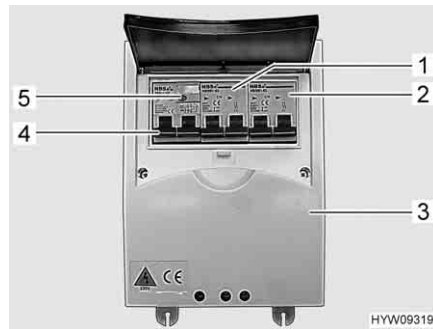

Fig. 50 Interruttore di sicurezza e interruttore automatico FI (scatola dei fusibili a 230 V)
- Disattivare i due interruttori di sicurezza (Fig. 50,1 e Fig. 50,2) nella scatola dei fusibili (Fig. 50,3).
- Se il veicolo è collegato all'alimentazione a 230 V, premere il tasto di controllo (Fig. 50,5) dell'interruttore di sicurezza per correnti di guasto (interruttore automatico FI) (Fig. 50,4) nella scatola dei fusibili (Fig. 50,3). L'interruttore di sicurezza per correnti di guasto deve scattare.
- Riattivare l'interruttore di sicurezza per correnti di guasto (Fig. 50,4).